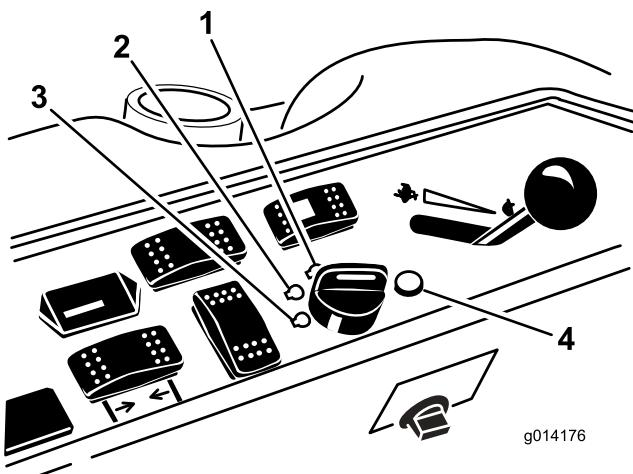

Bild 12
- Drehen Sie den Zündschlüssel nach rechts in die Lauf-Stellung (Bild 12).
3. Drehen Sie den Zündschlüssel auf die Aus-Stellung (Bild 12). Warten Sie, bis alle sich bewegenden Teile zum Stillstand gekommen sind, bevor Sie die Bedienungsposition verlassen.